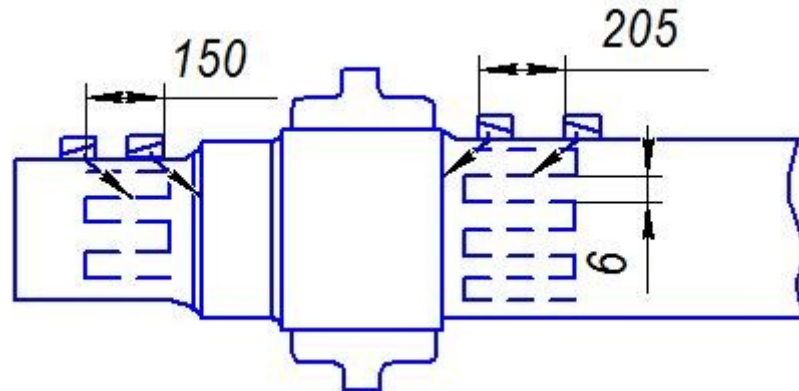

Рис. 9.8.1. Схема сканирования оси при контроле по варианту AR3.1.
Контроль с цилиндрической поверхности оси поперечными волнами в осевом направлении путем сканирования ПЭП по поверхностям средней части и шейки (при снятых кольцах) с целью выявления поперечных трещин в средней части оси и в зонах под внутренней и внешней кромками ступицы, Рис.9.8.1.
9.8.5 Нанести контактную жидкость на поверхность оси. Установить преобразователь П121-2,5-50°-К14-ЖД на цилиндрическую поверхность шейки оси и провести сканирование, как показано на Рис.9.8.1. Шаг сканирования не более 6 мм и скорость перемещения ПЭП не выше 3 м/мин.
9.8.10 Провести ультразвуковой контроль с поверхности средней части. Выполнить операции аналогично П9.8.5. – 9.8.8., Рис. 9.8.1.